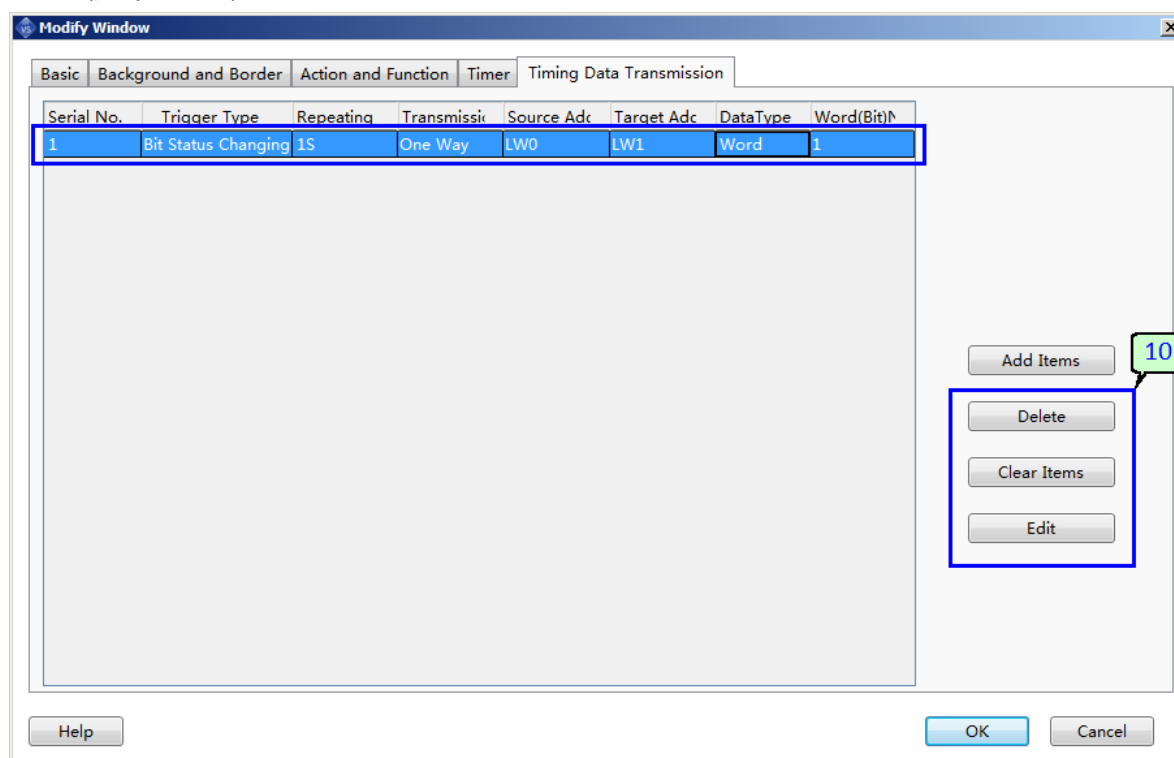

Рисунок 161 - Отображение новой строки передачи данных
9. Нажмите "OK" для завершения настройки, в списке должна отобразиться новая строка процесса передачи данных (рисунок 161).